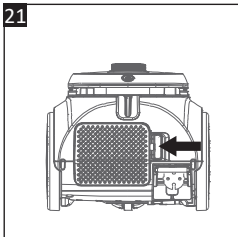

Рис. 21
2. На задній стороні пилососа натисніть на язичок кришки отвору виходу повітря (25) вліво, щоб розблокувати її, і зніміть її (рис. 21).